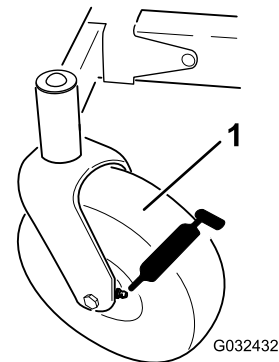

Figure 32
3. Nettoyez les graisseurs (Figure 32) avec un chiffon.
4. Raccordez un pistolet de graissage à chaque graisseur (Figure 32).